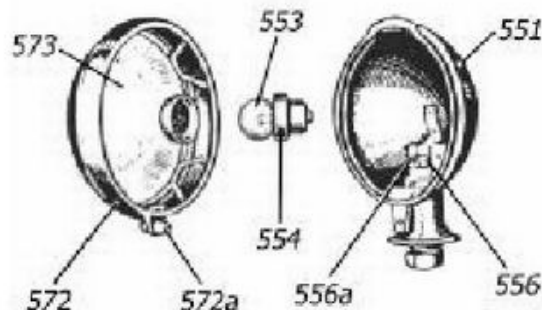

Bild 16. Seitenlaterne L 75, geöffnet
a) Seitenlaterne L 75 (Bild 16)